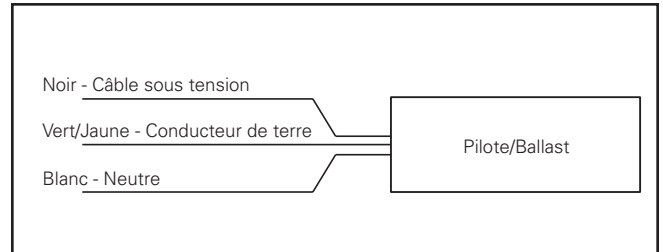

Figure 14.
15. Effectuez le câblage conformément au Code national de l'électricité. (Figure 14)